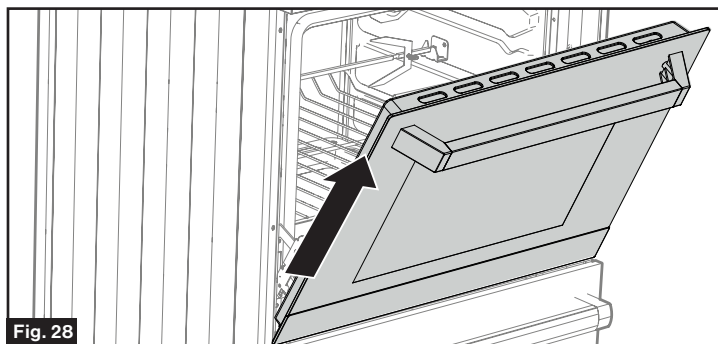

Fig. 28
5. En tenant fermement la porte à gauche et à droite avec les deux mains, tirez la porte directement hors des fentes de la charnière. (Fig. 28)